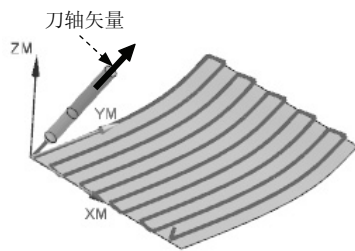
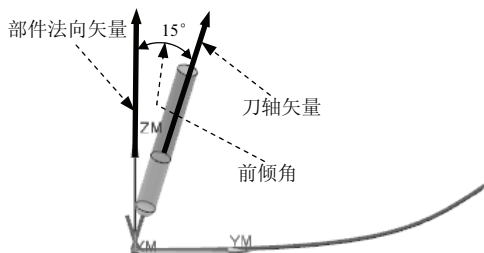

图 5.4.19 “相对于部件”刀轴矢量
图 5.4.20 查看前倾角
- **相对于部件**: 选择此选项后,系统弹出如图 5.4.18 所示的“相对于部件”对话框,可以在此对话框中设置刀轴的前倾角和侧倾角与部件表面的法向矢量相关联,并可以设置前倾角和侧倾角的变化范围。参考文件路径为: D:\ugnx90.9\work\ch05.04\relatively_workpiece.prt。刀轴矢量如图 5.4.19 所示。将模型视图切换到右视图,查看前倾角的设置,如图 5.4.20 所示;将模型视图切换到前视图,查看侧倾角的设置,如图 5.4.21 所示。